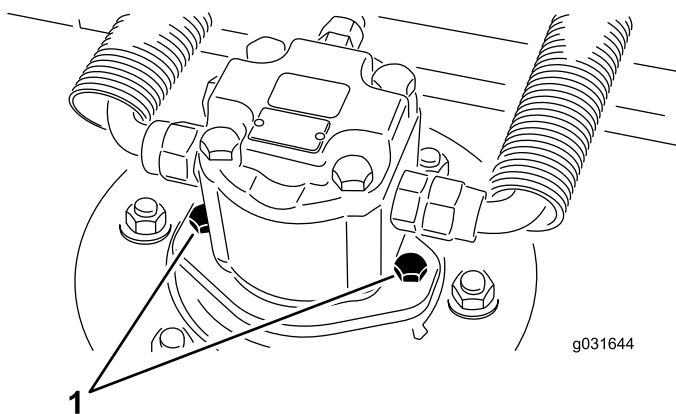

Figura 68
2. Retire los tornillos de montaje del motor y desconecte y retire el motor hidráulico la carcasa (Figura 68).
4. Con los tornillos de montaje del motor hidráulico, instale el motor hidráulico en la carcassa (Figura 68).